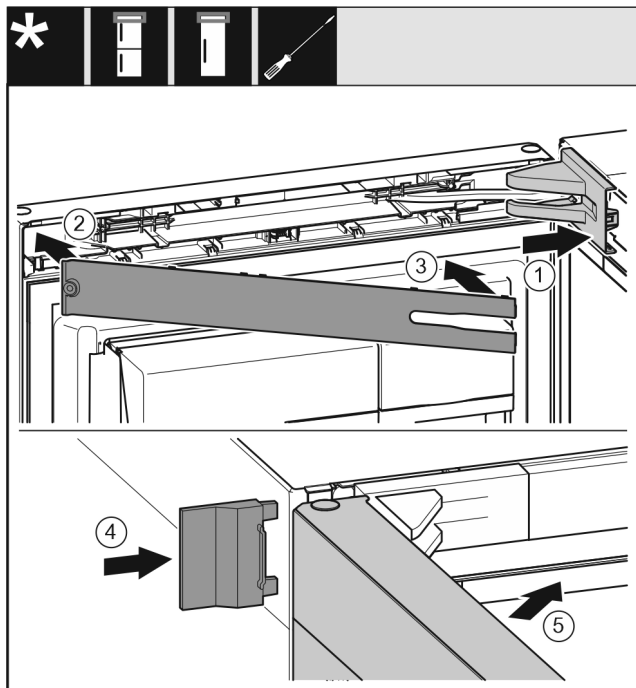

Fig. 32
- ▶ Helyezze fel és pattintsa be a csapágybak fedelét Fig. 32 (1), szükség esetén óvatosan nyomja szét.
- ▶ Helyezze fel a takarólemezt Fig. 32 (2).
- ▶ Fordítsa be és pattintsa be a takarólemezt Fig. 32 (3).
- ▶ Tolja fel a külső fedelet Fig. 32 (4).
- ▶ Csukja be a felső ajtót Fig. 32 (5).